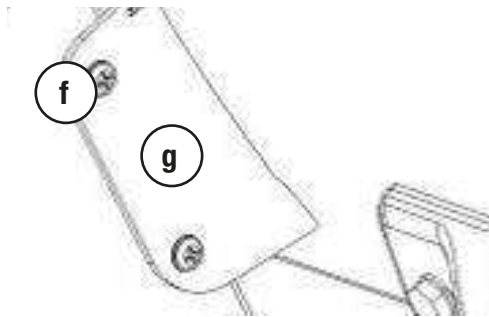

Abb. 11
- Lösen Sie die Schrauben [f] der Schutzvorrichtung [g] an der Rückseite des Gerätes mit einem geeigneten Schraubendreher und nehmen diese ab. (Abb. 11).